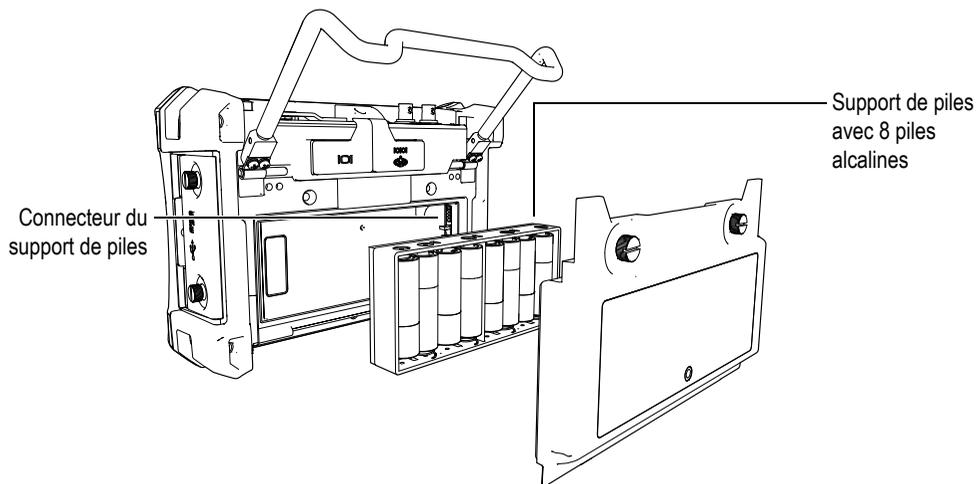

Figure 1-11 Support de piles alcalines
6. Mettez le support de piles alcalines en place dans le compartiment à batterie (voir la Figure 1-11 à la page 27).